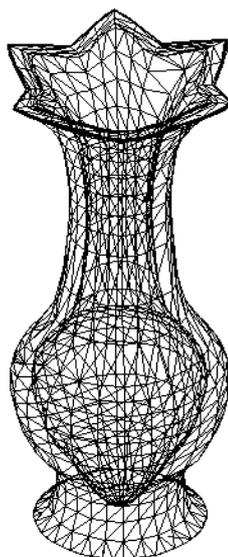

Рисунок 28
17. Перейдите в режим изменения размера и добейтесь формы объекта, показанной на Рис. 28: Контекстное меню/TRANSFORM -> Scale или Главная панель -> Uniform Scale. Измените положение выделенных вершин относительно общего центра. Не снимая выделения, переместите выделенные точки немного вверх по оси Z: Контекстное меню/TRANSFORM -> Move.
Преобразуйте вазу к типу Editable Mesh. Теперь ваша ваза выглядит примерно так, как показано на рис. 28.